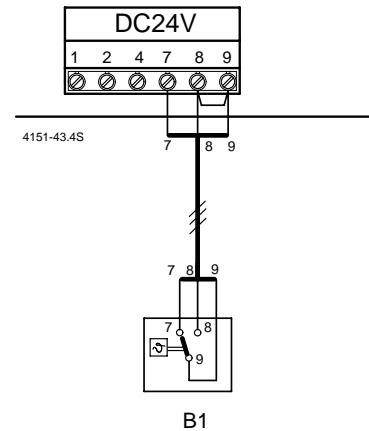

Fig. 19
- ▶ Usare il modulo d'accensione del bollitore SE 8 (B1), cod. 7 719 001 172, Fig. 19.